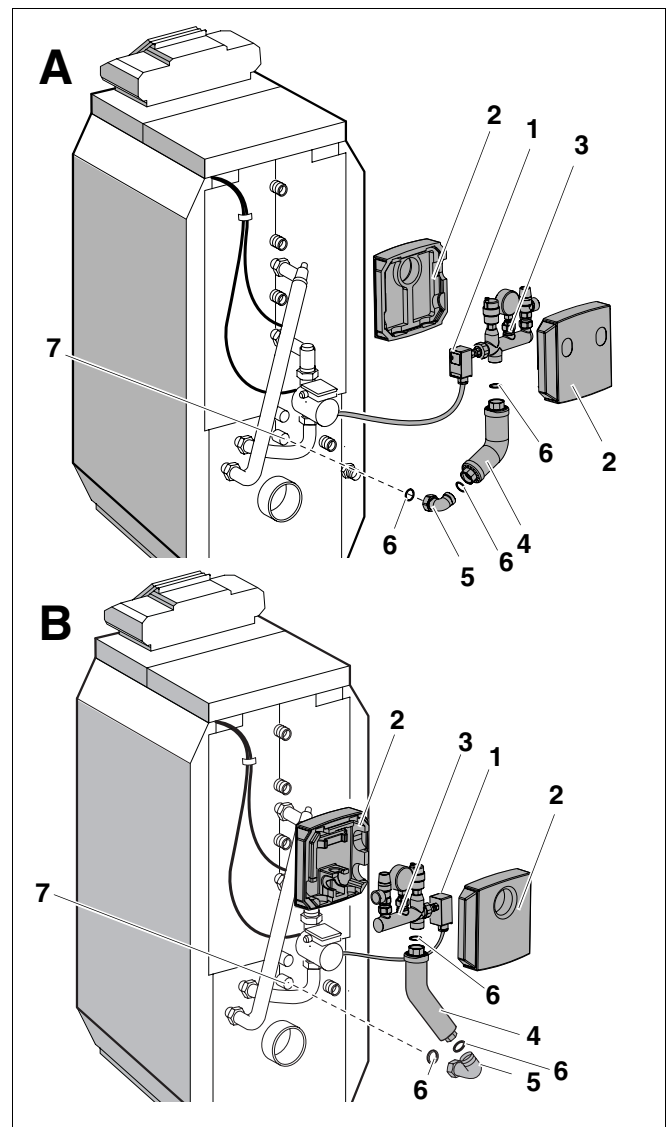

Abb. 2 Kessel-Sicherheits-Set (KSS) am Heizkessel Logano S115 T auf der linken Seite (A) und rechten Seite (B) montieren
Das Kessel-Sicherheits-Set (KSS) kann nach oben an der linken Seite (Abb. 2, **A**) oder nach oben an der rechten Seite (Abb. 2, **B**) am Heizkessel Logano S115 T montiert werden.
- Dichtung in die Verschraubung des Winkels (**Pos. 5**) einlegen. Winkel (**Pos. 5**) mit Verschraubung am Sicherheitsvorlauf des Heizkessels (**Pos. 7**) anschrauben (Abb. 2).
- Rohrstück (**Pos. 4**) mit Dichtung auf den Winkel (**Pos. 5**) schrauben (Abb. 2).
- Dichtung in die Verschraubung des Rohrstückes einlegen und Rohrstück (**Pos. 4**) mit dem Armaturenbalken (**Pos. 3**) verschrauben (Abb. 2).
- Wärmedämmschalen (**Pos. 2**) entsprechend der Anschlüsse des Armaturenbalkens (**Pos. 3**) freischneiden, Wärmedämmschalen (**Pos. 2**) oben ineinander einhängen und dann unten zusammendrücken (Abb. 2).